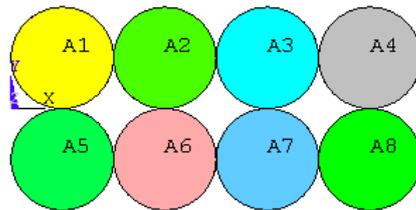

图3.83 镜像生成面
(2) 选择【Plane of symmetry】(对称平面)为【X-Z plane】，设置 X-Z 平面为对称平面；在【Existing areas will be】下拉列表框中选择【Copied】。然后单击【OK】按钮确认。此时新生成了四个圆面，如图 3.83 所示。